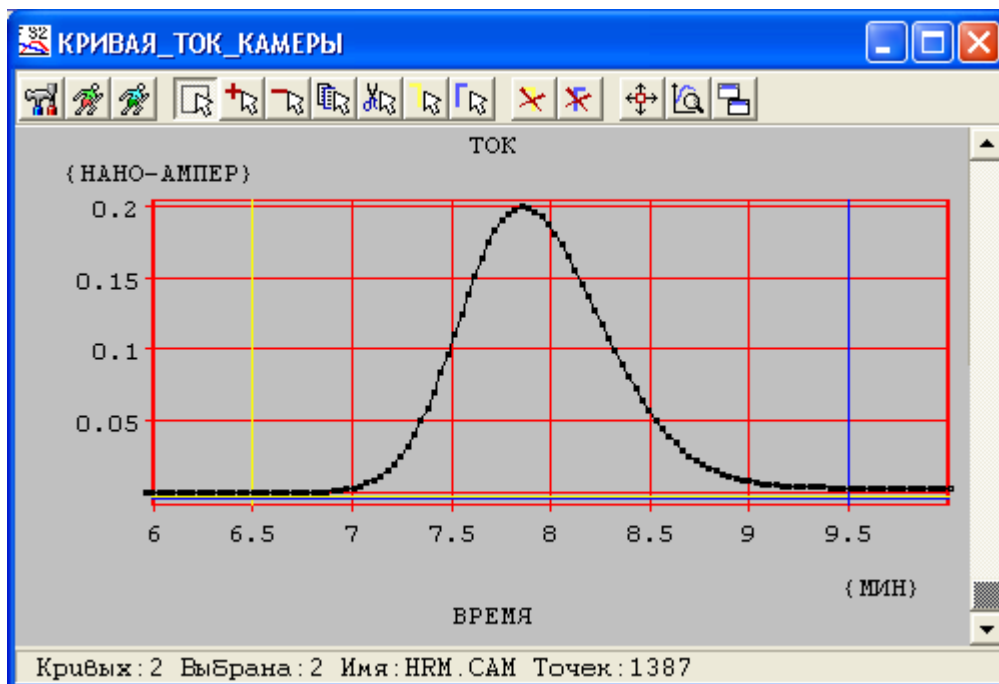

Рисунок 12 – График тока камеры.
3) Кнопками на верхней панели окна с графиками выбрать правую  и левую  вертикальные границы «региона интересов» (РОИ) - интервала, на котором нужно вычислить интеграл (см. рисунок 12).